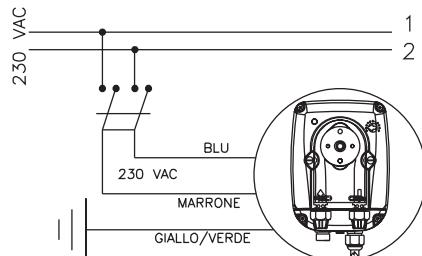

Fig. 4
1. Asegurarse que la misma esté desactivada eléctricamente (por ambas polaridades), desconectando los conductores de los puntos de contacto de la red a través de la apertura del interruptor omnipolar con una distancia mínima entre los contactos de 3 mm (Fig. 4).
- b. - Respetar las normas en vigor en los diferentes países por lo que se refiere a la instalación eléctrica (Fig. 4). Si el cable de alimentación no está dotado de enchufe eléctrico, el equipo debe quedar conectado con la red de alimentación utilizando un interruptor onmpolar seccionador que tenga una distancia mínima entre los contactos de 3 mm. antes de tener acceso a los dispositivos de conexión todos los circuitos deben estar interrumpidos.